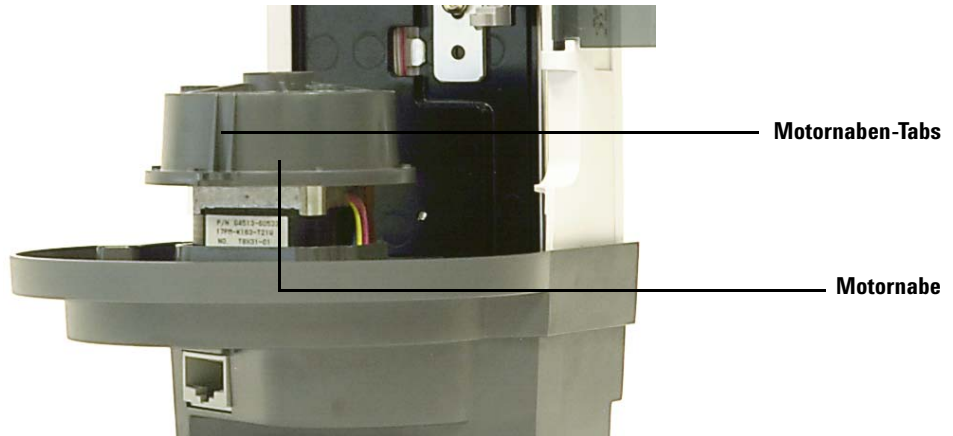

Abb. 98 Nach außen weisende Tabs der Motornabe
- 9 Drehen Sie die Motornabe, sodass die Tabs auf der Motornabe nach außen zeigen (Abb. 98).